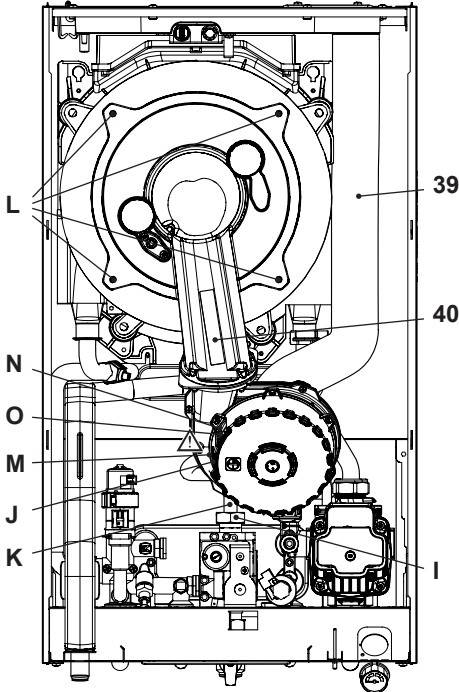

Figura 9.6
Rimozione del gruppo bruciatore ventilatore 40 in Figura 9.6.
- Scollegare il tubo aspirazione aria 39 (Figura 9.6).
- Inserire un cacciavite piano nella rientranza J del connettore M e fare leva verso il basso, contemporaneamente scollegare il connettore M tirandolo frontalmente (Figura 9.6).
- Scollegare il connettore del ventilatore N premendo il gancio in plastica O posizionato nella parte sottostante del connettore (Figura 9.6).
- Svitare i dadi L e rimuovere il gruppo bruciatore ventilatore 40 (Figura 9.6).